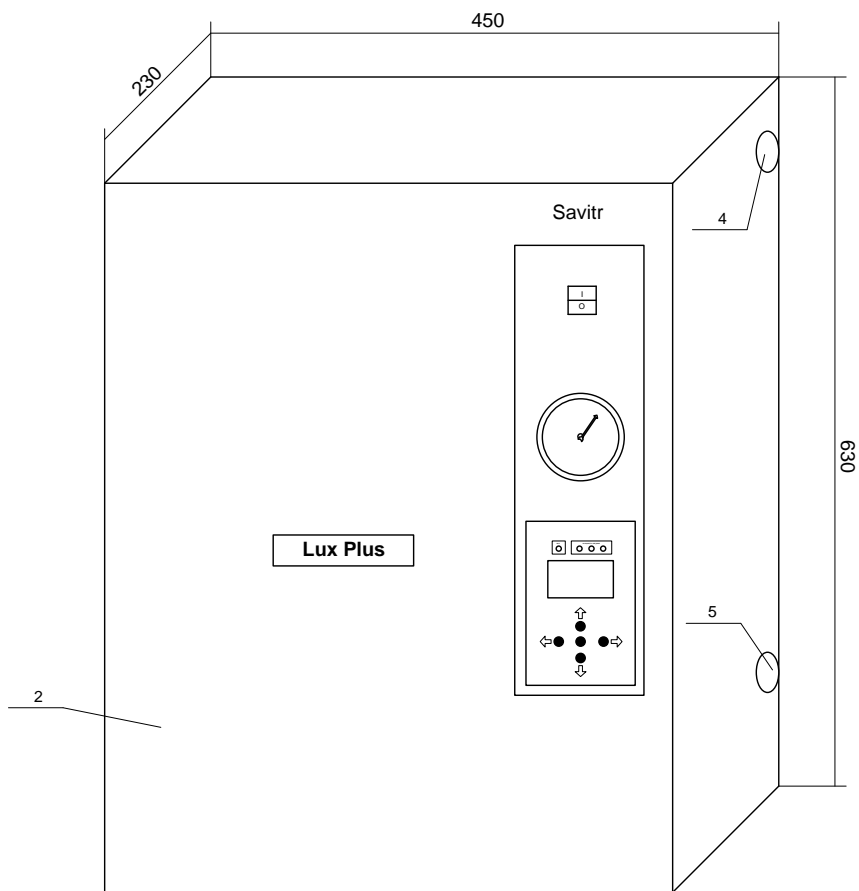

Рисунок 2. Общий вид водонагревателя «Lux Plus»
6.1. Для подготовки водонагревателя электрического типа «Lux Plus» /«Ultra Plus» к работе, необходимо подсоединить его к отопительной системе, закрепив его на стене таким образом, чтобы в случае срабатывания клапана безопасности (поз.17 рис.2) теплоноситель мог свободно стекать вниз.
Для электрического питания котла необходимо подключить три фазы к контактам пускателя (поз.10 рис.2), соответственно к клеммам А, В, С и нейтраль к клемме N.
Рекомендуется силовые кабели и кабели управления прокладывать отдельно, для этого в корпусе предусмотрены отдельные кабельные вводы (поз 4 и 5 рис. 2).
6.8. Заземлите водонагреватель. Контакт заземления (поз.11 рис.2), соедините медным гибким проводом, сечением не менее 2,5 мм² с заземляющей магистралью. Последовательное включение в заземляющую магистраль запрещается!